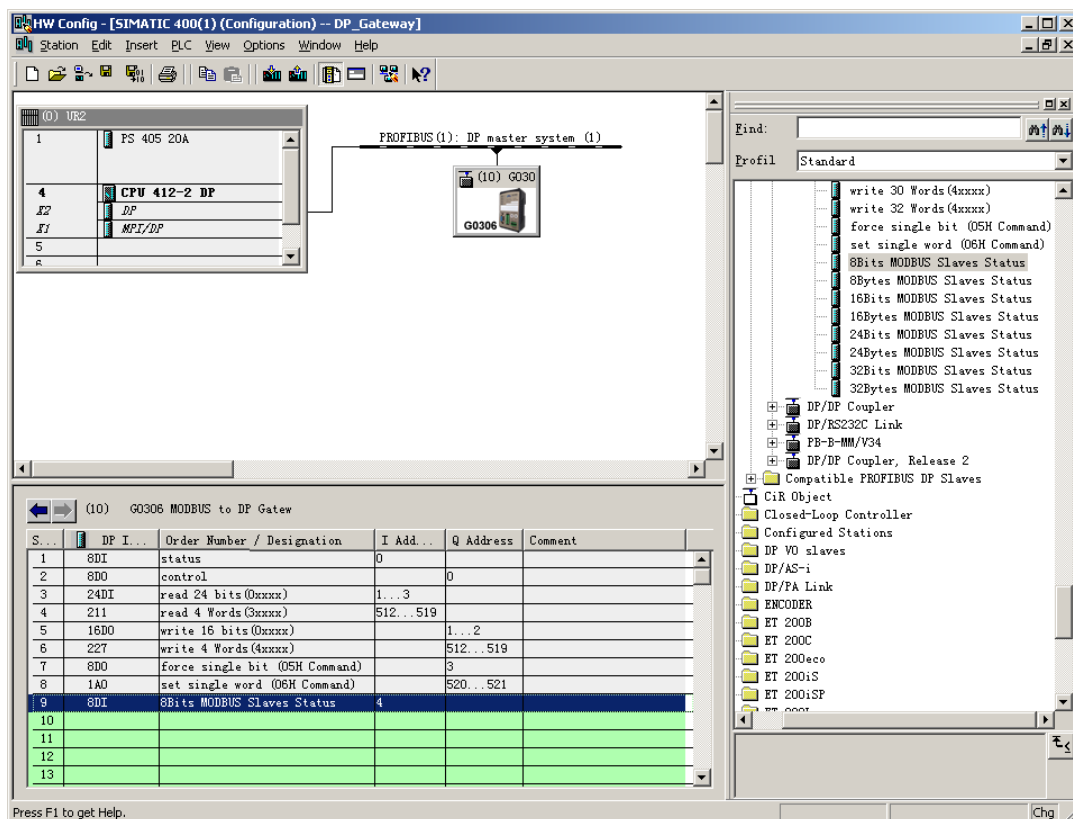

图 35 添加“8Bits MODBUS Slaves Status”模块
b) 添加“8Bits MODBUS Slaves Status”模块，如图 35 所示：